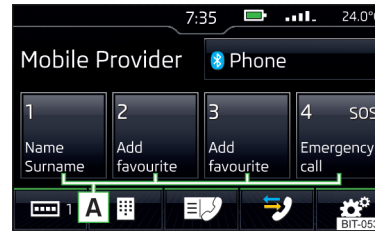

Abb. 172
- › Im Hauptmenü *Telefon* die gewünschte freie Funktionsfläche **A** » Abb. 171 bzw. » Abb. 172 antippen.
- Zum **Wechsel der Speichergruppe** die Funktionsfläche **B** » Abb. 171 bzw. die Funktionsfläche **C** » Abb. 172 antippen und die gewünschte Gruppe wählen.